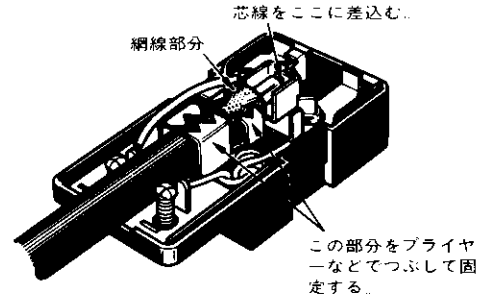

図2 付属のアダプターと同軸ケーブルの接続
2. 75Ω同軸ケーブルを、図2のように処理し、アダプターに取付けます。